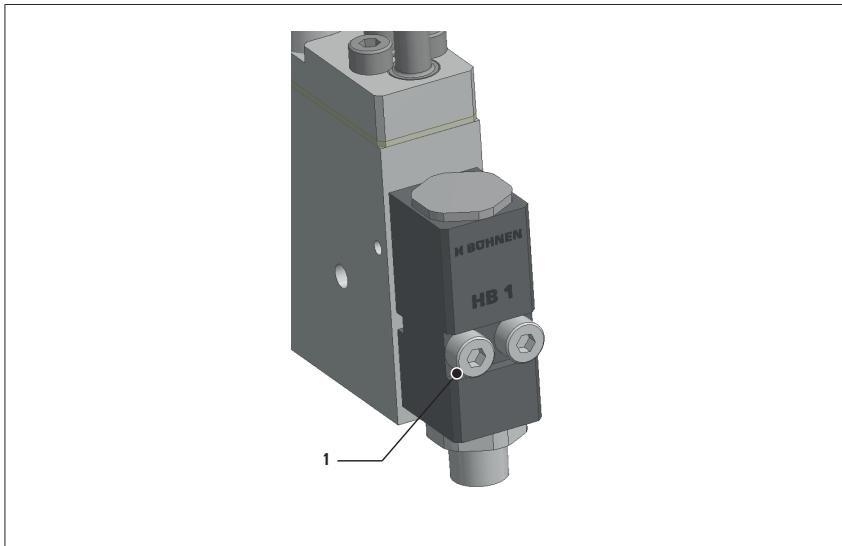

Bild 3: Austausch des Moduls HB 1
3. Die in Bild 3 gezeigten Schrauben (1, M4) mit einem Inbus-Schlüssel (3 mm) lösen.